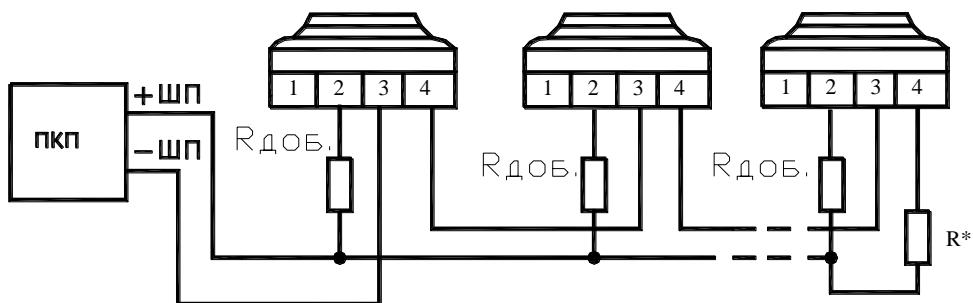

Рис.1.
4.4. Схема подключения извещателей к устройствам пожарной сигнализации показана на рис.1.
4.6 Если извещатель устанавливается на подвесном потолке то в панели подвесного потолка необходимо сделать отверстие диаметром 104 мм, привинтить розетку к переходнику ИЮЛГ 3.005.012, подключить провода шлейфа к извещателю согласно рис.1. закрепить переходник к потолку двумя шурупами см. рис 2.